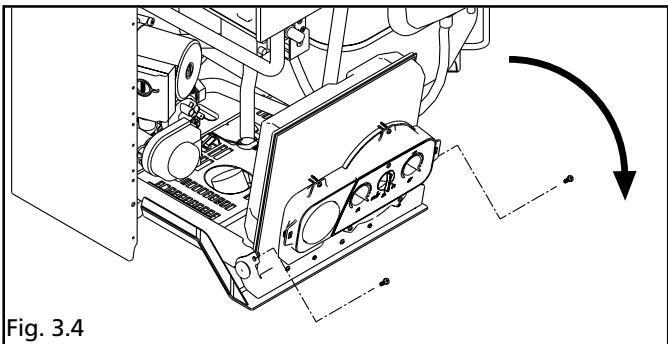

Fig. 3.4
- destornillar los tornillos de fijación del panel de mandos y girarlo (fig. 3.4)
- desaparafuse os parafusos de fixação do painel dos comandos e vire-o (fig. 3.4)